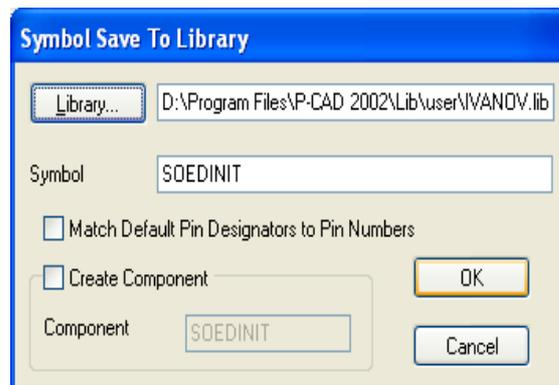

Рис. 4.63 - Запись УГО электрического соединителя в библиотеку
- Выполнить команду **Symbol/Save** и в появившемся окне щелкнуть по кнопке **Library**, где в открывшемся окне выбрать библиотеку **Ivanov.lib**. В поле **Symbol** набрать имя элемента «**Soedinit**» и нажать кнопку **OK** (рис. 4.63).
- Выполнить команду **Place Attribute**. В результате появится диалоговое окно **Place Attribute**, в котором в области **Attribute Category** выбрать **Component**. В соседней области **Name** выделить цветом **RefDes**. В поле **Text Style** выбрать стиль **Arial3_5italic**. Выравнивание текста **Justification** установить по центру. Нажать кнопку **OK**. Курсор установить над точкой привязки и щелкнуть ЛК (см. рис. 4.63).